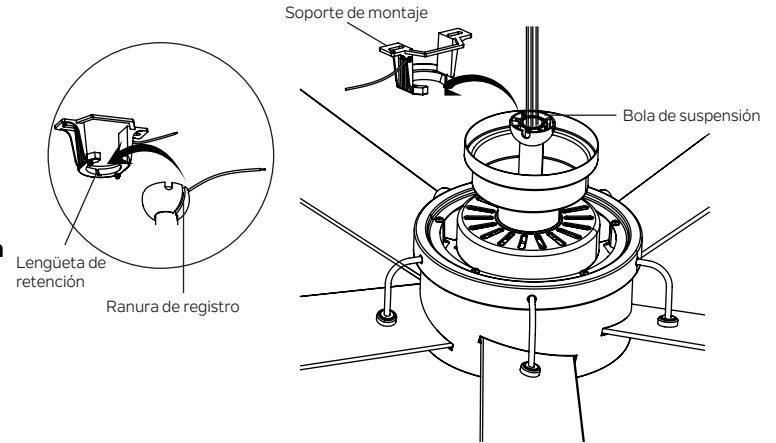

Figura 13
Paso 1. Ahora levante el cuerpo del motor a su posición y coloque la bola de suspensión en el soporte de montaje. Gire hasta que la lengüeta de retención haya caído en la ranura de registro y se asiente firmemente. (Figura 13) Todo el cuerpo del motor no debe girar si se hace correctamente.